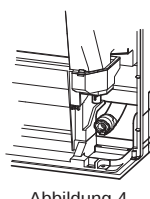

Abbildung 4
- Bei Verlegen des Ablassrohrs sicherstellen, daß der Ablaufschlauch (1) wie abgebildet verlegt wird. (Abbildung 4)
- 4) Kelchen (Abbildung 4, 5). Achten Sie darauf, dass das Kupferrohr die in der Tabelle angegebenen Abmessungen einhält. Wählen Sie A mm aus der Tabelle in Übereinstimmung mit dem verwendeten Werkzeug.